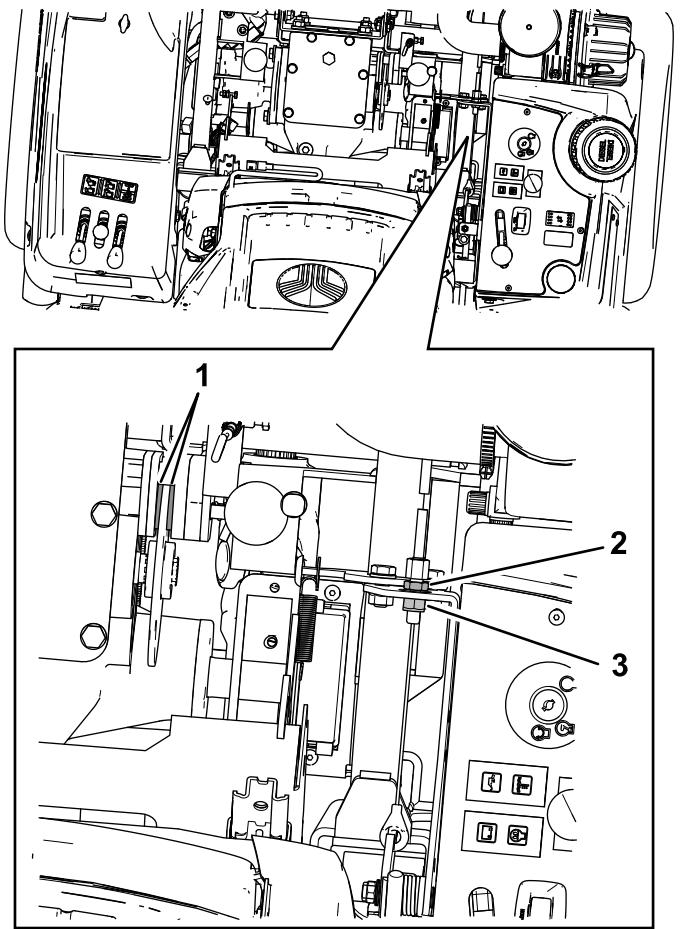

Figura 75
5. Compruebe el espacio entre el disco y las pastillas del freno (Figura 75). Asegúrese de que el espacio se encuentra entre 0,4 y 0,6 mm.
6. Si es necesario realizar un ajuste, afloje la tuerca autoblocante delantera y trasera del cable del freno (Figura 75).